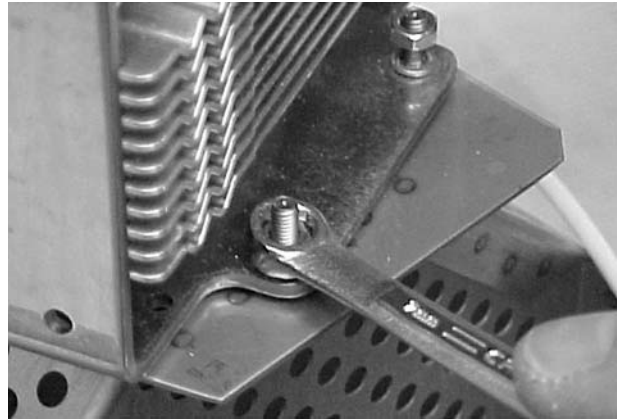

Figura 4-18 Remoção do magnetrão
5. Consulte a figura 4-18. Utilizando uma chave de porcas, retire as quatro porcas que seguram o magnetrão à base da cabeça de lâmpada. Retire o magnetrão.